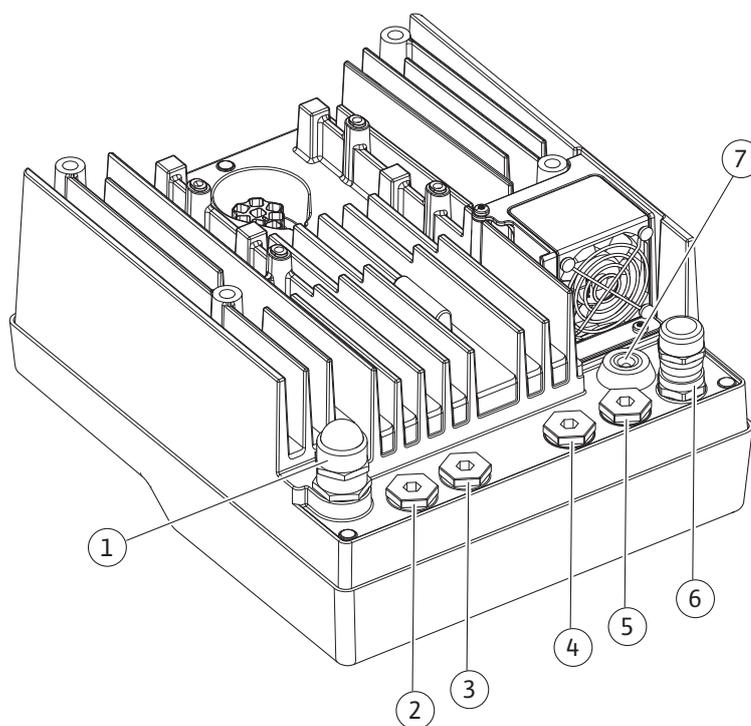

Fig. 10: Pressacavi/allacciamenti cavo
| Allacciamento | Pressacavo | Passacavo Fig. 10 Pos. | Morsetto n. |
- Modulo CIF del sistema di automazione degli edifici (comunicazione via bus): La schermatura viene collegata al modulo elettronico con il passacavo (Fig. 10).
4. Inserire il cavo di collegamento attraverso il pressacavo M25 (Fig. 10, pos. 1). Serrare il pressacavo con la coppia prescritta.